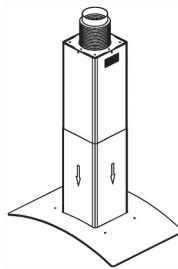

Abb. 6
6. Lösen Sie die Halterung, schieben Sie den äußeren Schornstein nach unten, bis Sie den Haubenkörper erreichen. Achten Sie darauf, dass Sie nicht gegen das Glas stoßen. Siehe Abbildung 6.